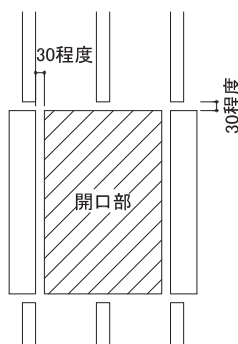

図1 開口部周囲の胴縁取り付け位置
- 開口部まわりの胴縁はサッシフィンを避けて取り付けてください。開口部左右の胴縁と上下の胴縁は30mm程度隙間をあけてください。(図1参照)